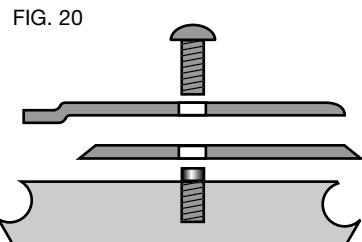

FIG. 20
1. Gire la cuchilla de modo que el lado afilado que no se ha usado cuelgue sobre el extremo de la cabeza de corte, donde va a cortar el material. Cuide de fijar los agujeros cuadrados de la cuchilla sobre los pernos que están integrados a la cabeza de corte (Fig. 20).